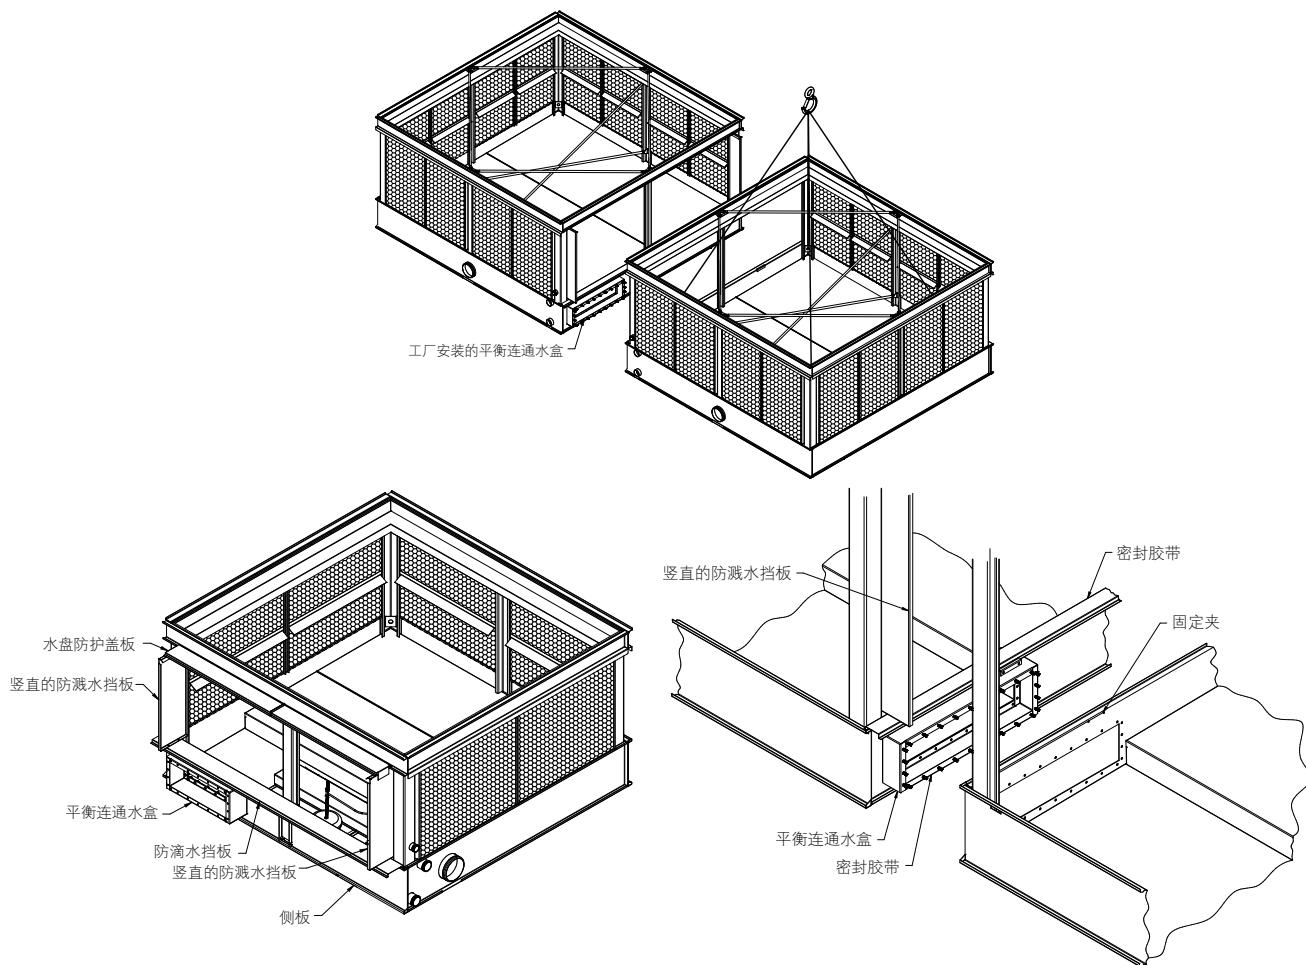

图 3a – 多模块机组下段的连接
10. 把竖直的防溅水挡板放在立柱的折弯处。对于镀锌钢机组, 采用5/16" (8mm)的自攻螺钉固定竖直挡板。对于不锈钢机组, 采用5/16" (8mm)的不锈钢螺栓及螺母来固定竖直挡板 (如图3a所示)。